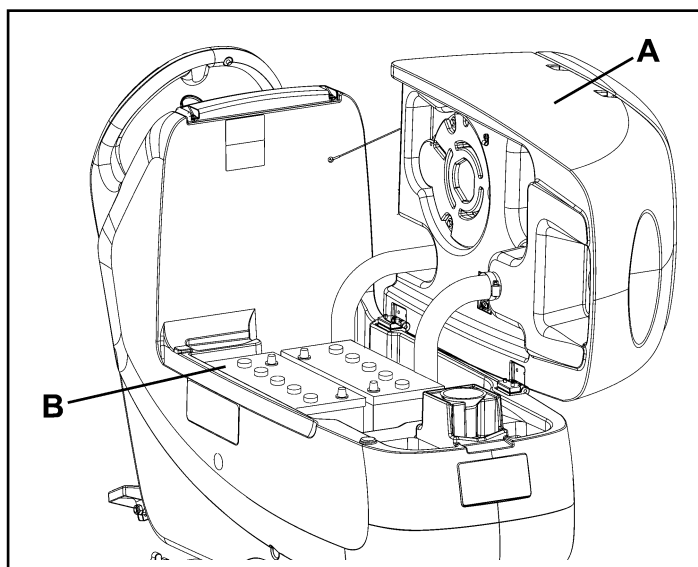

Figure 8
11. Ouvrir le couvercle (I) et vérifier que le réservoir d'eau de récupération (J) est vide. Dans le cas contraire, le vider au moyen du tuyau de vidange (K).
12. Soulever le réservoir (A, Fig. 8) avec soin.
13. Installer les batteries (B).